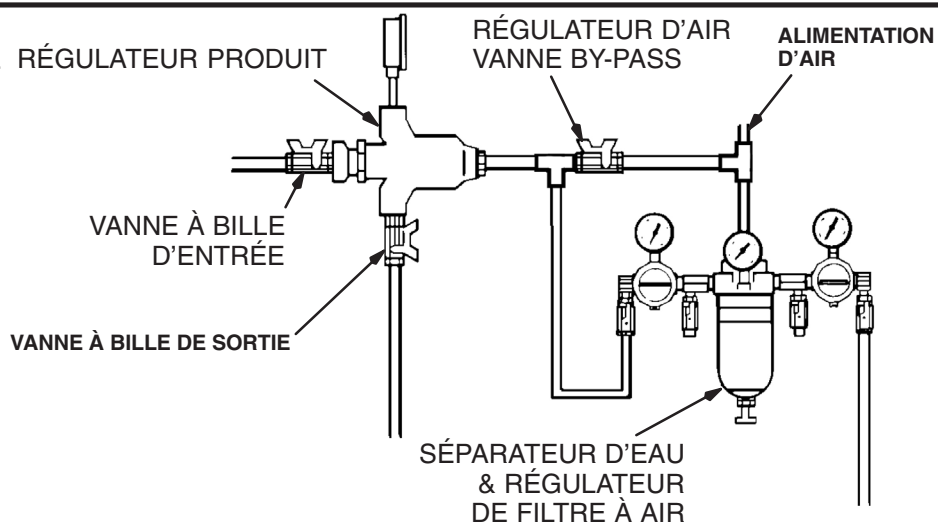
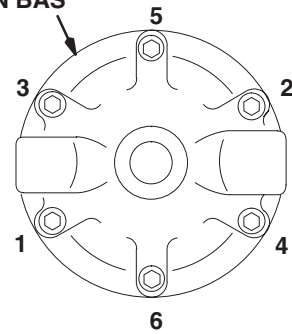

Fig. 2
Fig. 4
1. Démarrer la pompe et ouvrir la vanne à bille à l'entrée du régulateur produit pour permettre l'arrivée du produit au régulateur. Voir Fig. 2.
2. Fermer la vanne à bille à l'entrée d'air du régulateur. Voir Fig. 2.
5. Sortir le raccord tournant (23) et le ressort (40) du corps du régulateur.
6. Démontez la bille (20), le siège (16) et le joint (15). Voir Fig. 4.
9. Retirer la membrane (22) et le joint (26).
10. Enlever le ressort (3), la tige de vanne (9) et le joint (21) du carter de la tige (18).
12. Mettre le carter de tige (18) dans un étau. Placer le joint (26), la membrane (22) – le côté en *PTFE blanc tourné vers le carter inférieur*, et la rondelle (17) un par un sur le carter de la tige (18). Les fixer à l'aide de l'écrou (13). Serrer l'écrou sur le carter de la tige à un couple de 28–47 N.m.
13. Monter la tige de vanne (9), le ressort (3), le joint (21) et la vis de fixation (10) sur le carter de la tige (18). S'assurer que la languette sur la tige de vanne (9) pénètre bien dans l'orifice de la vis (10).
15. Remonter les pièces assemblées dans le carter (6).
16. Sur le modèle 214980, serrer le raccord de conduite d'air (29) sur le chapeau (7). Serrer à 28–47 N.m.
17. Monter le chapeau (7). Serrer les six vis (1) dans l'ordre indiqué à la Fig. 4, **Vue du dessous**, et au couple indiqué.
18. Monter le joint (15), le siège de vanne (16) et la bille (20) sur le carter (6).